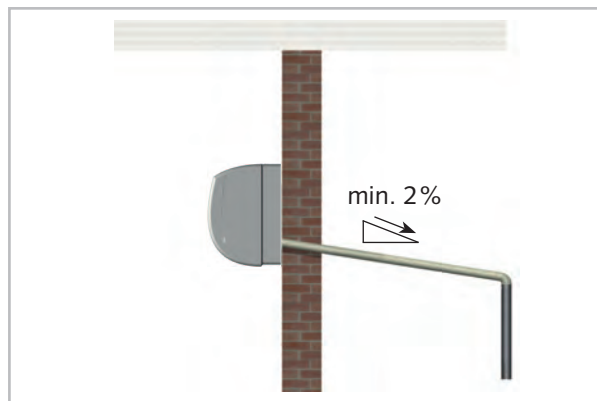

Abb. 17: Kondensatanschluss
- Die bauseitige Kondensatleitung ist mit einem Gefälle von min. 2 % zu verlegen (Abb. 17). Gegebenenfalls sehen Sie eine dampfdiffusionsdichte Isolation vor.